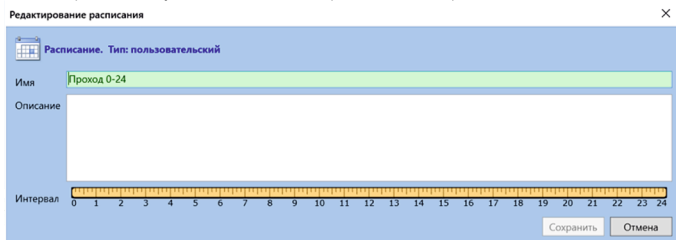

Рис. 18. Создание пользовательского расписания
1. Перейдите в модуль «Конфигурация СКУД» раздел «Расписания» и создайте пользовательское расписание, например «Проход 0-24» (рис. 18).